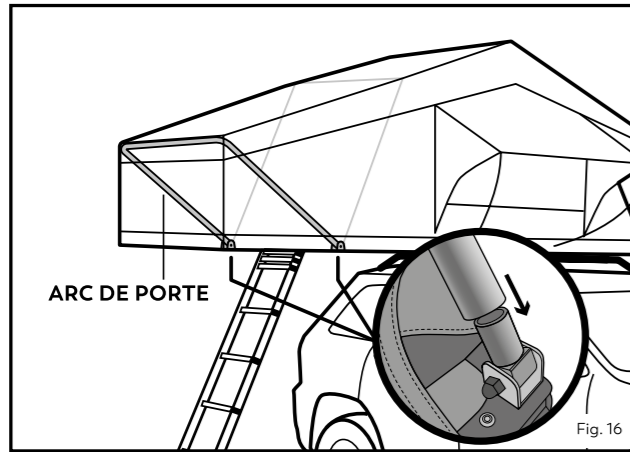

Fig. 16
6.6 Prenez l'arc de la porte, placez les deux extrémités sur les pièces de jonction de chaque côté de l'entrée de la tente et placez le tissu de l'auvent sur l'arc de la porte (voir fig. 16).